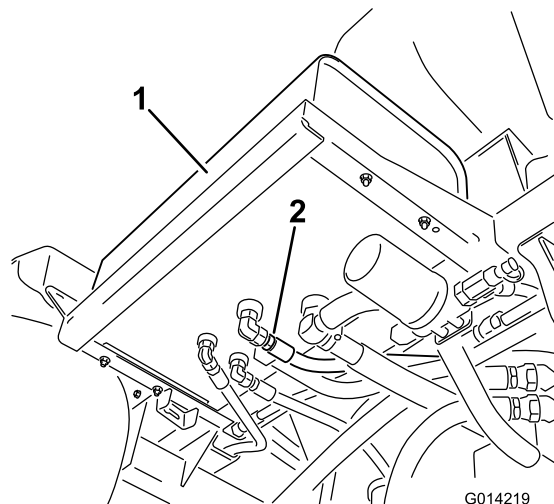

Рисунок 63
2. Очистите зону вокруг одного фитинга гидравлического шланга в нижней части гидравлического бака (Рисунок 63).
4. Снимите шланг с бака и дайте маслу стечь в поддон (Рисунок 63).